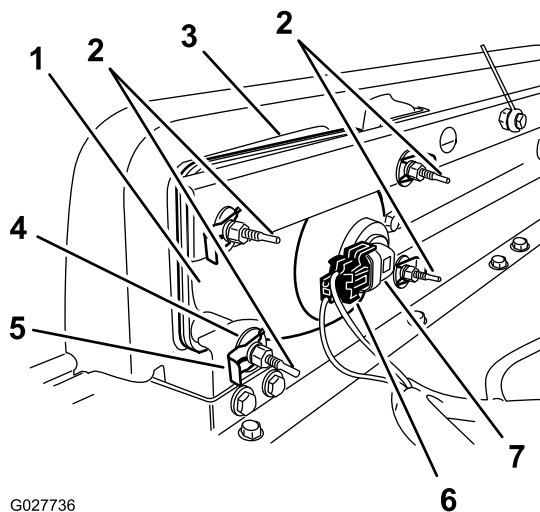

Рисунок 50
3. Отсоедините электрический разъем жгута проводки от разъема лампы в сборе (Рисунок 50).
4. Снимите быстросъемные зажимы и шайбы крепления фары к кронштейну (Рисунок 50).
5. Снимите фару в сборе, подавая ее вперед сквозь отверстие в переднем бампере (Рисунок 50).
6. Вставьте новую лампу через отверстие в бампере (Рисунок 50).
8. Подсоедините электрический разъем жгута к разъему узла лампы (Рисунок 50).
2. В задней части узла фары поверните регулировочные винты (Рисунок 50), чтобы повернуть фару и изменить положение луча.